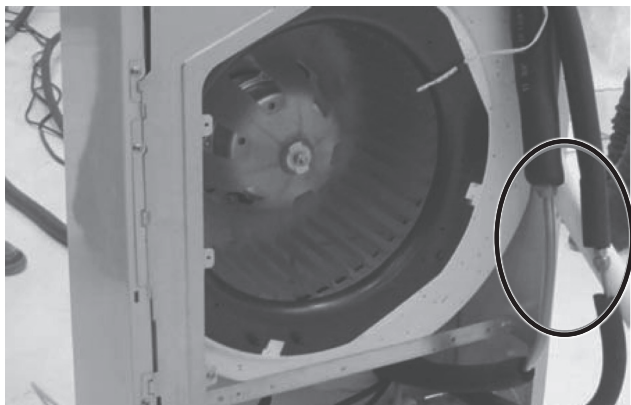

图 3-61 连接好的铜管
10) 接下来需要连接管线,检查铜管接口,看其胀口是否能够紧密连接,如图 3-59 所示,否则需要重新胀口,将铜管连接好后,用扳手拧紧,如图 3-60 所示,并从柜机下面的孔穿入,与柜机连接好,如图 3-61 所示。